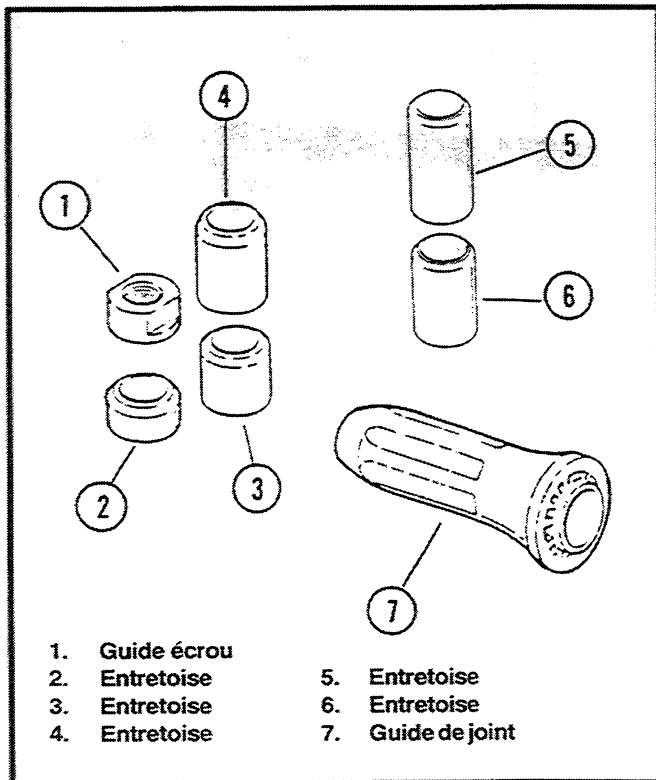
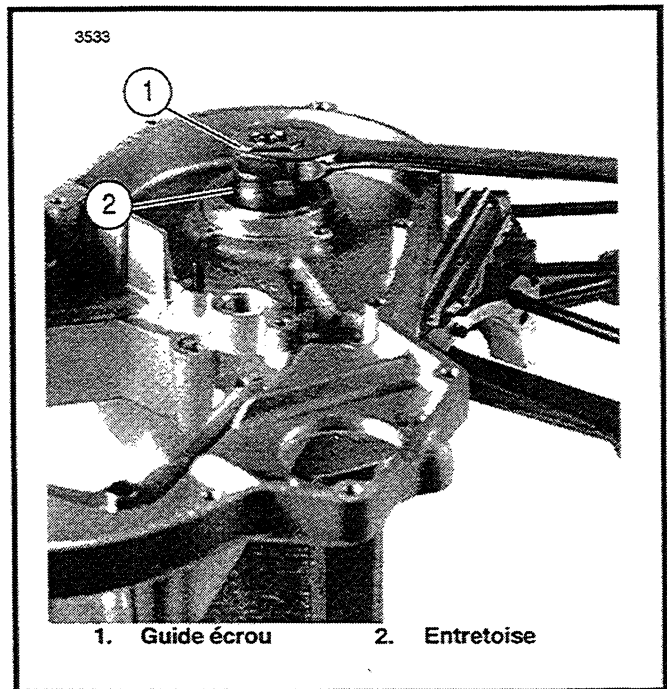
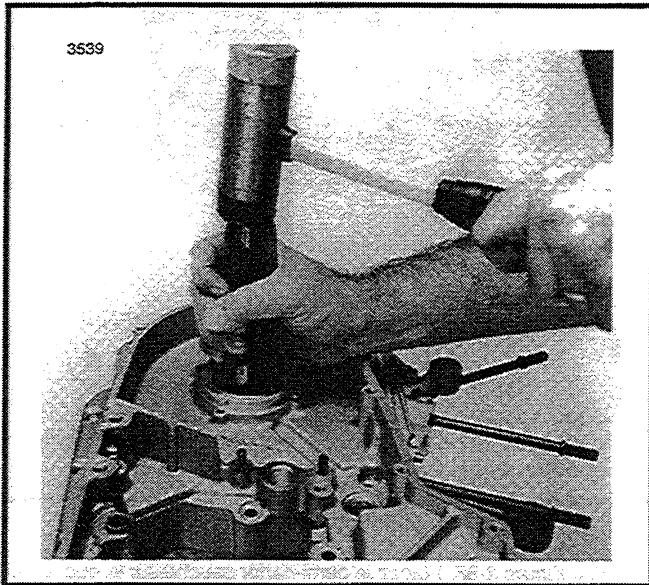

Figure 3-86. Outil de pose du roulement et du joint de la queue de vilebrequin côté transmission
Figure 3-88. Pose du demi-carter gauche
Figure 3-89. Installation du joint du roulement
Voir Figure 3-86. Utiliser l'outil de pose de roulement/joint de queue de vilebrequin côté transmission (1 - 7) (réf. HD-37047A) pour installer le roulement conique et le joint de la queue de vilebrequin côté transmission.
9. Voir Figure 3-86. Répétez la procédure avec les entretoises (3), (4), (5) et (6) jusqu'à ce que le cône du roulement touche l'épaule du vilebrequin.
10. Voir Figure 3-88. Placez le demi-carter gauche sur la queue de vilebrequin de façon à ce qu'elle passe dans les bagues du roulement. Placez l'entretoise qui détermine le jeu latéral (6, Figure 3-65) sur le vilebrequin. Placez le roulement conique sur l'extrémité de l'arbre le petit côté tourné vers le bas. Placez l'entretoise (2) sur le vilebrequin le côté plat vers le bas. Vissez le guide-écrou (1) sur le vilebrequin. Tournez le guide-écrou sur le vilebrequin jusqu'au bout du filetage. Retirez le guide-écrou et l'entretoise. Voir Figure 3-86. Mettez les entretoises (3), (4), (5) et le guide-écrou (1) de la même façon et serrez jusqu'à ce que les cônes des roulements coniques et les entretoises soient les uns contre les autres.
11. Voir Figure 3-86. Retirez le guide-écrou et l'entretoise. Placez le joint du roulement sur le porte-joint (7), la lèvre tournée vers le bas (7). Voir Figure 3-89. Centrez l'outil sur l'alésage de roulement, et enfoncez le joint dans l'alésage avec un maillet de caoutchouc jusqu'à ce que le porte-joint touche le bossage de carter.